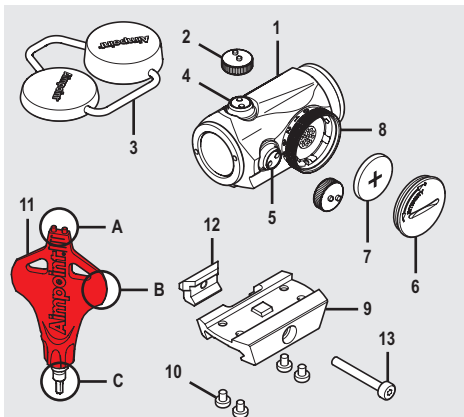

Fig. 1
- a Skruva ur Batterilock (6) med hjälp av Verktyget (11B).
- b Sätt i batteriet (CR2032) med pluspolen (+) mot Batterilock (6) som kan ses i Fig 1.